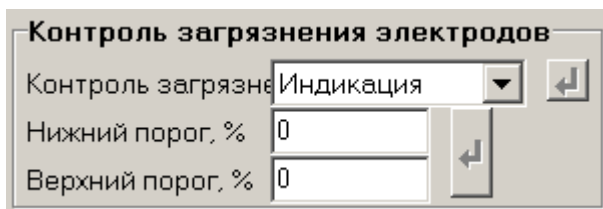

Рис.28. Настройки НС «Загрязнение электродов».
5.4. Установочные параметры для НС **Загрязнение электродов** (вкладка **Настройки** основного окна программы «Монитор» в группе **Контроль загрязнения** (рис.28).